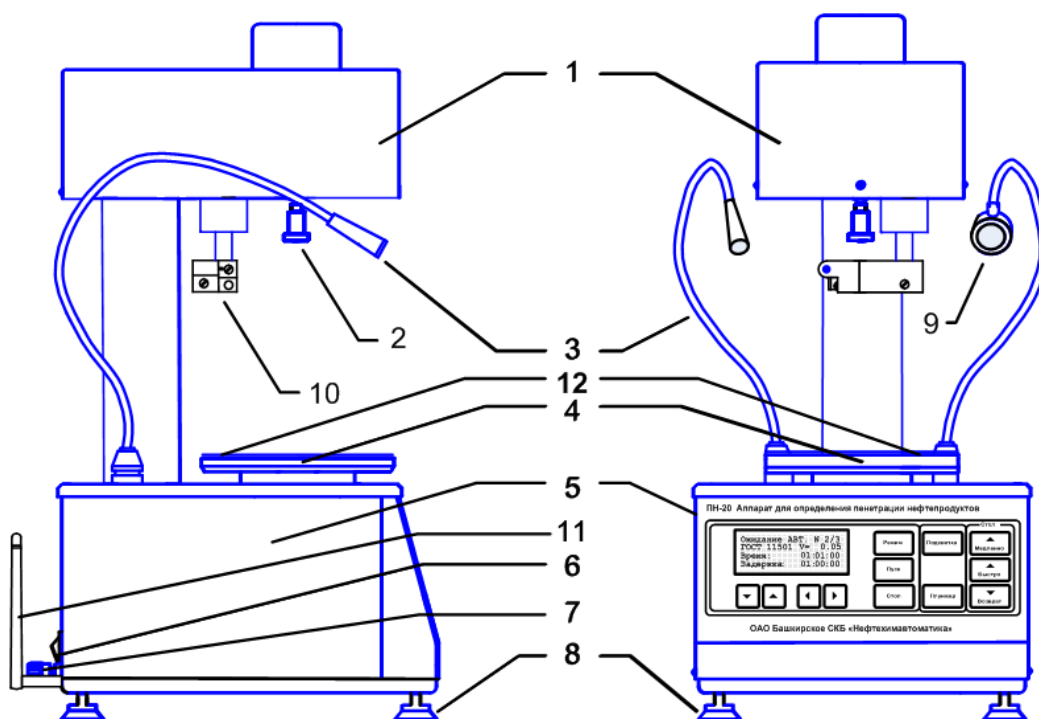

Рисунок 4.1 - Устройство пенетрометра
- Клемма «Земля» на задней панели пенетрометра (см. рисунок 4.1) должна быть подключена к внешней заземляющей шине, не связанной с силовым оборудованием;
- 7.5 При использовании программы *Линтел*[®]-Линк¹ необходимо установить на аппарат (см. рисунок 4.1) антенну из комплекта принадлежностей. Установка производится в гнездо на задней панели аппарата.
- 8.3.3 Установить на рабочий стол пенетрометра изоляционную накладку (12) (см. рисунок 4.1) из комплекта принадлежностей.
- 8.3.4 Установить баню пенетрометра на рабочий стол (4) (см. рисунок 4.1).